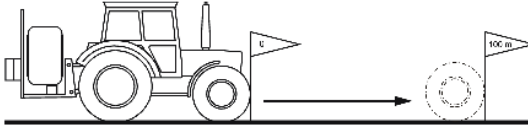

Рисунок 4.8 – Разметка начальной и конечной точек
2. Отметить начальную и конечную точки (рисунок 4.8).